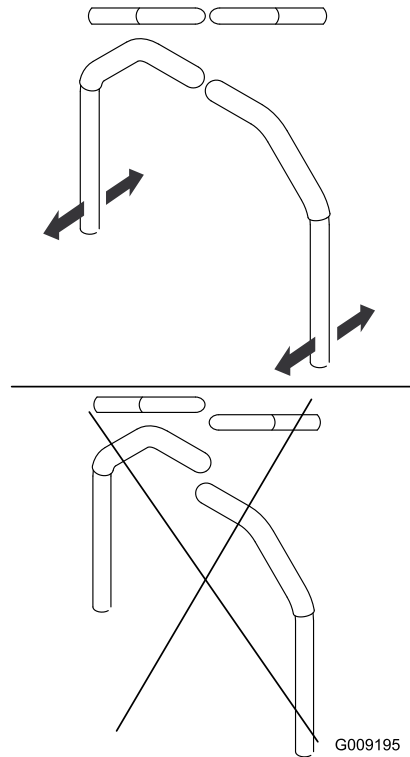

图60
3. 对齐手柄的前后位置，即将手柄一起移至空档位置，然后滑动它们直到它们对齐（图60）。